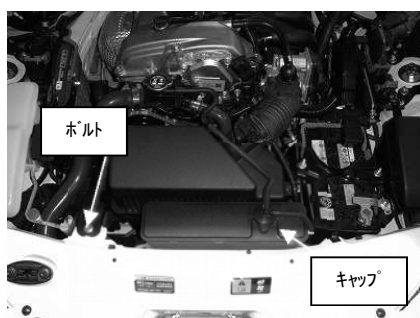

図 1
- 1)ボルト 1ヶ所を外し、ラジエターリザーバタンクのキャップを一旦取り外して下さい。図 1 参照